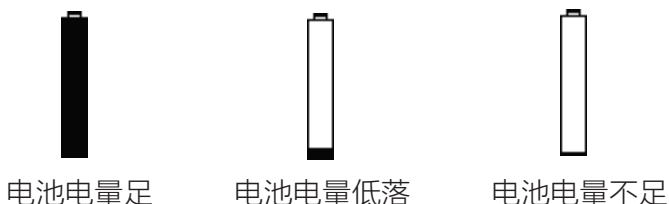

图 2.3 电池电量显示
- f) 检查电池电压，电池电量检测图标如图 2.3 所示若显示电量不足；